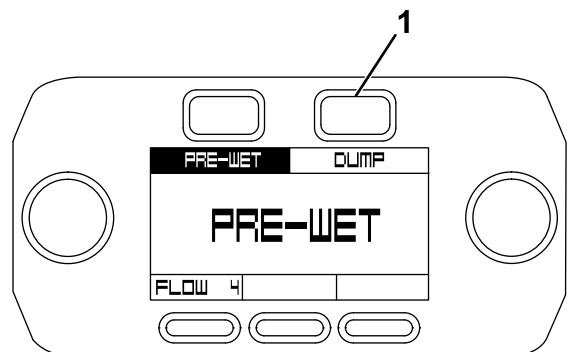

Figure 51
- Sur l'écran Pre-wet, appuyez sur le bouton Dump (vidage) (Figure 51).